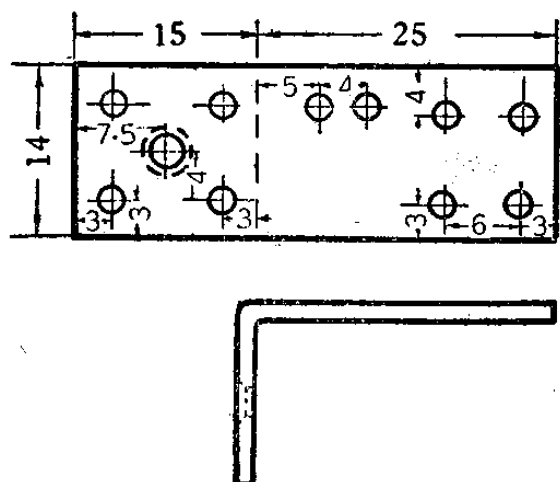

图 9-30
2. 底座：用 1—2 毫米厚的铁片做成图 9-30 的形状，锯好以后夹